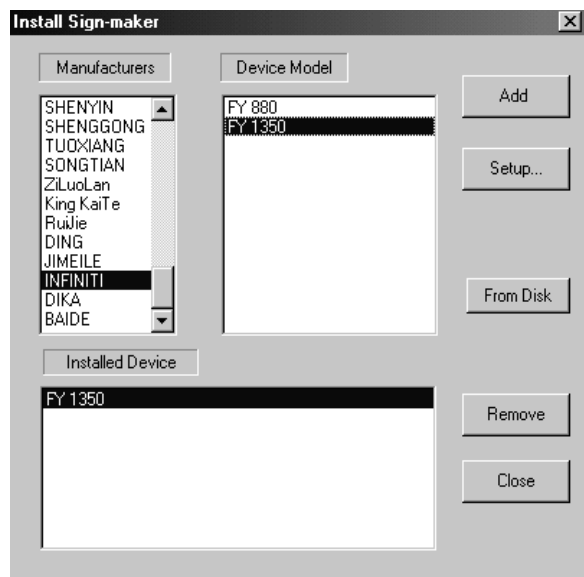

Рис. 4
*Примечание: При первом запуске программы после нажатия кнопки “Cut/Plot”, сперва появляется окно “Install Sing-maker” (см. рис.4), в котором необходимо выбрать марку и модель плоттера, после чего нажать на клавишу “Close”*